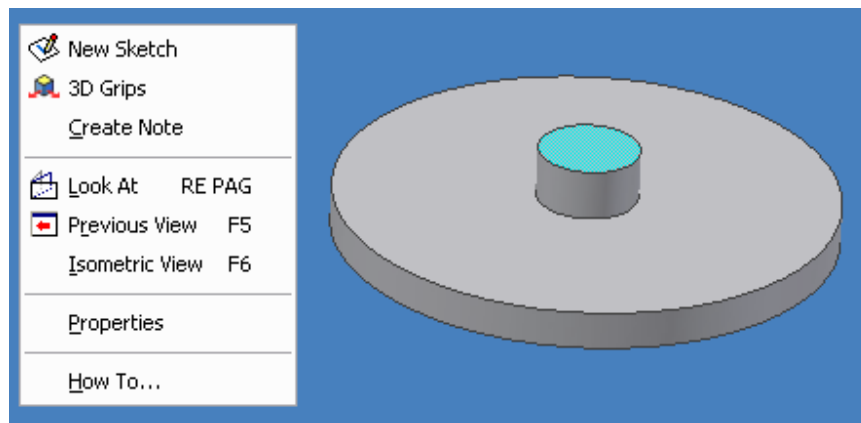

Figura 4.10 Selección de un nuevo plano para boceto 2D.
11.-Ahora seleccione la cara superior del nuevo cilindro creado de forma que podamos crear ahora un agujero sobre su superficie. Selecciónela por medio del ratón y abra su menú auxiliar y seleccione NEW SKETCH, figura 4.10.